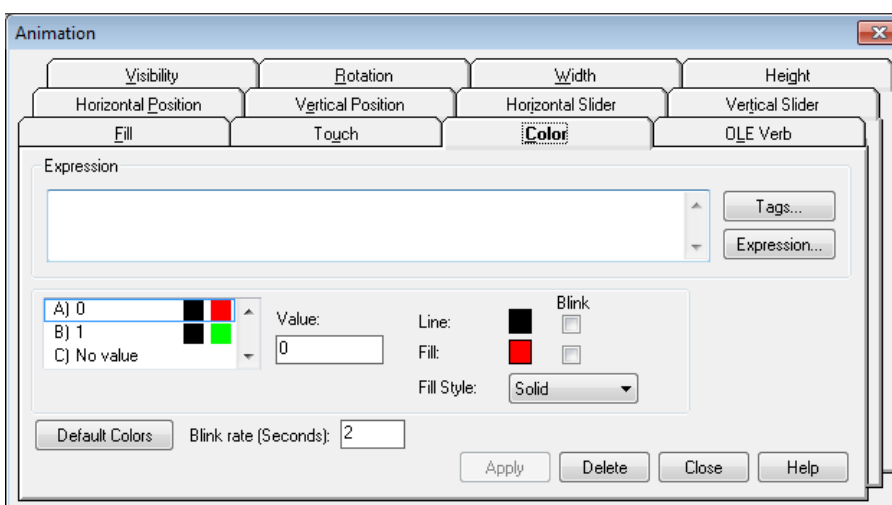

Figura 32: Selección de “Tags...” para la animación de color
3. Instantáneamente surgirá la ventana de “Animation” seleccionarpor defecto la pestaña de “Color”, podemos cambiar algunos parámetros como el color de acuerdo al estado que se encuentre el tag, etc. Para asignar un tag al “Symbol Factory” dar clic en “Tags...” como se muestra en la Figura 32.